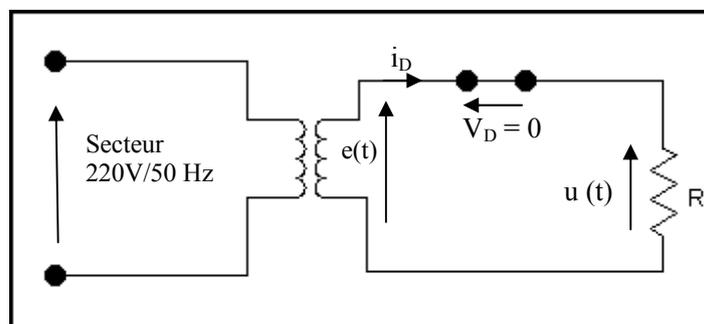

Figure II-3
- **Etat passant de la diode :** ( pour une diode parfaite ) ; la configuration du circuit de la figure II-3 donne :